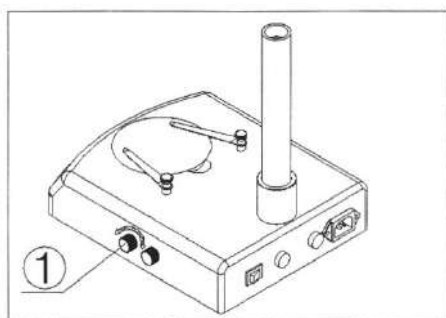

Рисунок 13
1. Вращайте ручку регулятора (1) по часовой стрелке, чтобы увеличить яркость освещения; вращайте против часовой стрелки, чтобы снизить яркость освещения (см. рисунок 13).